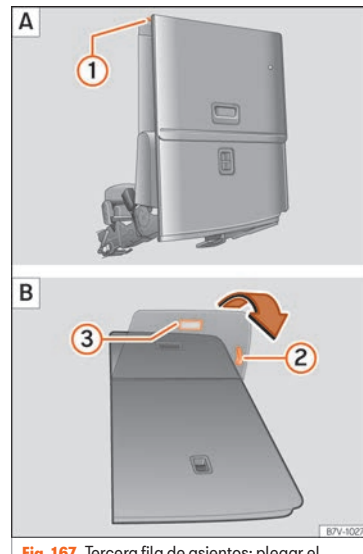

Fig. 167 Tercera fila de asientos: pliegue el asiento trasero para cargar A y colocarlo de nuevo B.
- En caso necesario tire de la palanca » **fig. 167 ②** para desplazar la banqueta hacia la posición deseada.
- Tire de la palanca » **fig. 167 ①** hacia arriba y pliegue el respaldo hacia delante. El asiento trasero se pliega hacia delante » **△** y el cojín se mueve también hacia delante.
- Tire del asa » **fig. 167 ②** para recolocar la bandeja del asiento.
- Tire del asidero » **fig. 167 ③**. El asiento completo se pliega hacia atrás.